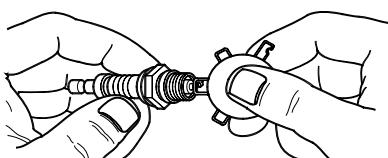

Figura 4-6. Bujía
4. Compruebe la separación entre electrodos con un calibrador de alambre y configúrela con la medida recomendada de 0,6 - 0,7 mm (0,024 - 0,028 pulg). Consulte la **Figura 4-6**.